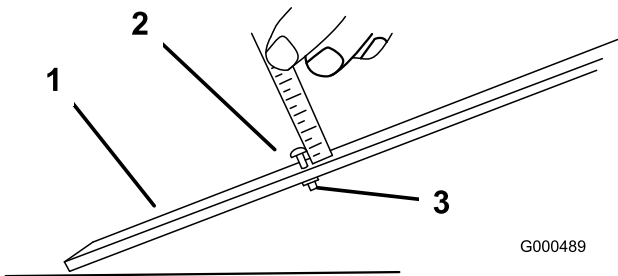

**Figura 54**
2. Allentate i dadi di bloccaggio che fissano i bracci dell'altezza di taglio alle relative staffe (Figura 54).